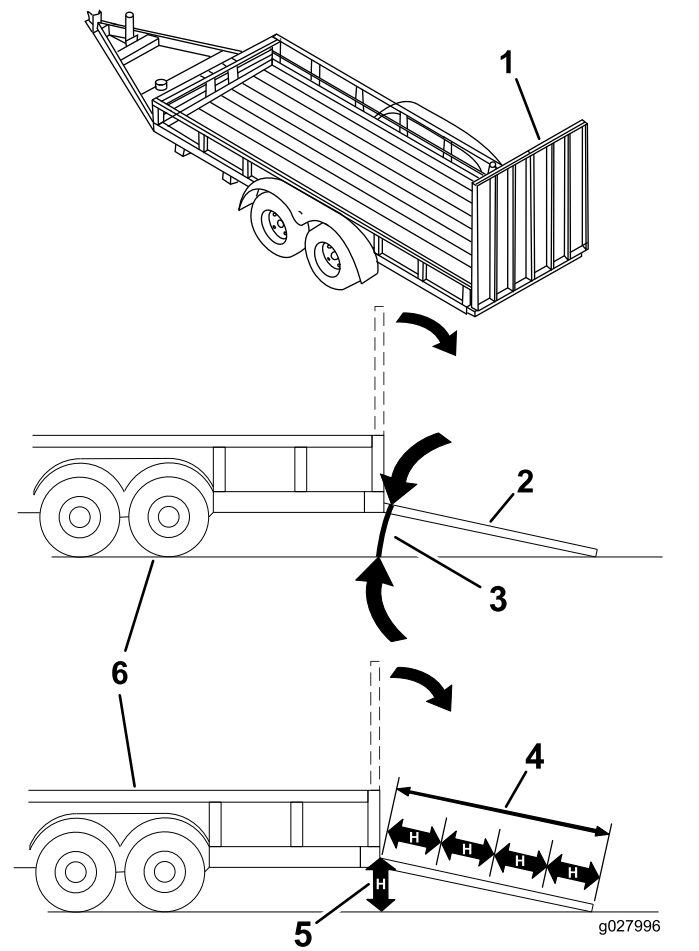

Figure 40
Le chargement de la machine sur une remorque ou un camion augmente le risque de basculement et donc de blessures graves ou mortelles (**Figure 40**).
3. Abaissez la rampe pour que l'angle avec le sol ne dépasse pas 15 degrés (Figure 40).
1. Abaissez la rampe pour que l'angle avec le sol ne dépasse pas 15 degrés (Figure 40).